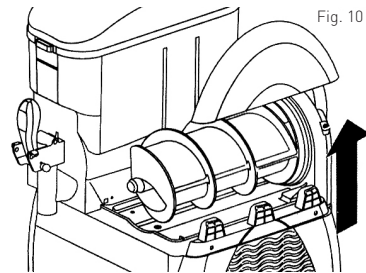

Fig. 10
- Ridicați partea superioară a protecției și scoateți-o pentru a face curățenia și întreținerea. După ce aceste operații s-au încheiat, montați la loc piesa pe aparat. Vezi Fig. 10.